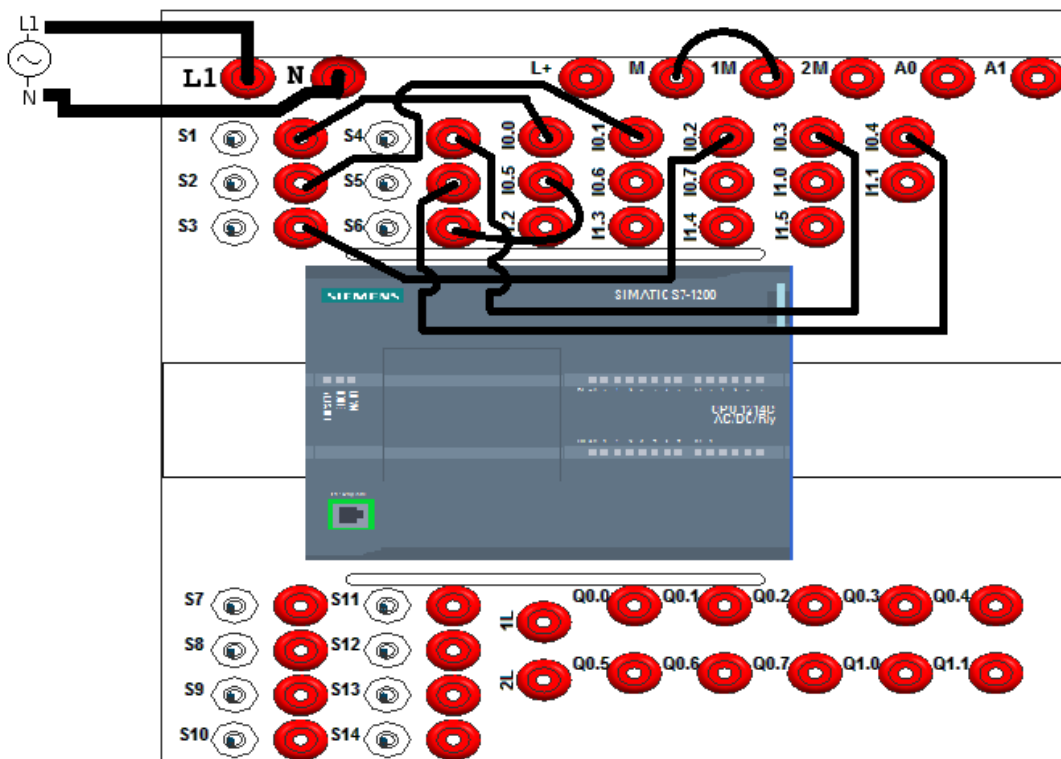

Figura 25. Conexión del PLC.
28.  En el PLC verifique que tipo de alimentación necesita y cuales son los bornes de conexión, sin energizarlo aún, realice las conexiones que se muestran en la Figura 25. Pida al docente de laboratorio que revise las conexiones antes de continuar.